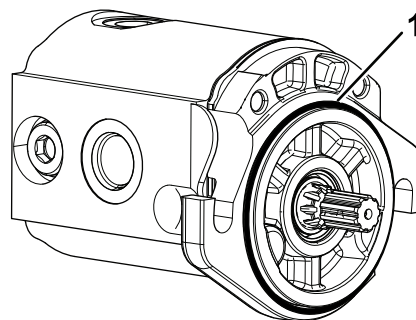

Figura 5
3. Instale o anel de retenção no motor do cilindro (Figura 5).